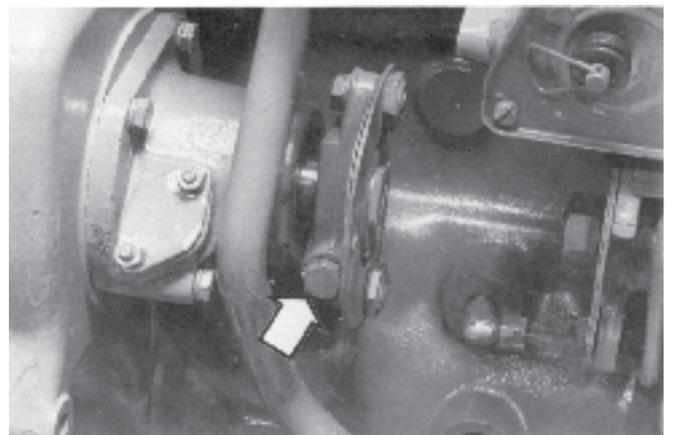

Fig. 141. Vis de serrage pour le flasque d'entraînement avant
4. Desserrer la vis de serrage (figure 141) et déposer le flasque d'entraînement de l'axe de la prise d'accouplement. Enlever la clavette.